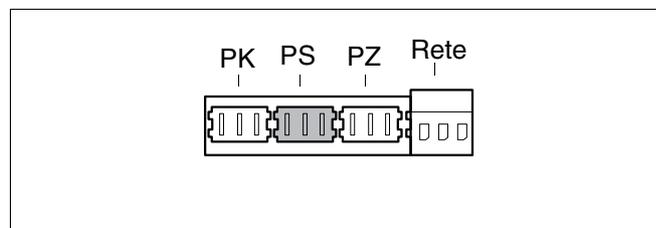

Fig. 42 Morsettieria - Pompa di carico accumulatore 230 V (collegamento colore grigio).
- Collegare la pompa di carico accumulatore al morsetto grigio PS (fig. 42). Corrente assorbita massima ammessa della pompa = 250 W.